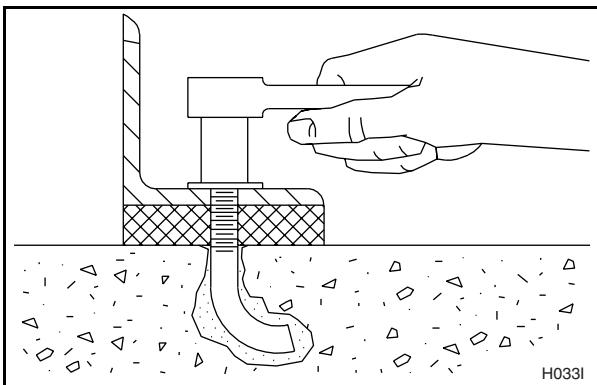

Figura 26
11. Despues de que la lechada se ha secado completamente, apriete las tuercas de seguridad en forma pareja (una tras otra) hasta que estén apretadas uniformemente y el marco de base esté firmemente asegurado al piso. Vea la Figura 26.
Si no se desea utilizar lechada, coloque las arandelas y tuercas de seguridad sobre los pernos en J y apriete las tuercas de seguridad en forma pareja (una tras otra) hasta que estén apretadas uniformemente y el marco de base esté firmemente asegurado al piso. Vea la Figura 26.